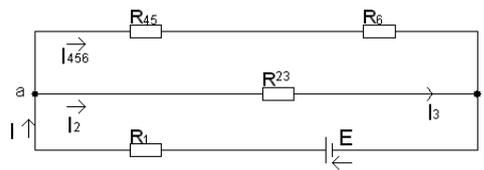

рис. 2
2.3. Эквивалентный резистор для последовательно соединенных  $R_{45}$  и  $R_6$  (рис.2):
2.4. Эквивалентный резистор для параллельно соединенных (рис.2) резисторов  $R_{456}$  и  $R_{23}$ :
4.3. Токи резисторов  $R_2$  и  $R_3$  (схема рис. 2)
4.4. Ток через резистор  $R_{456}$  (схема рис. 2)